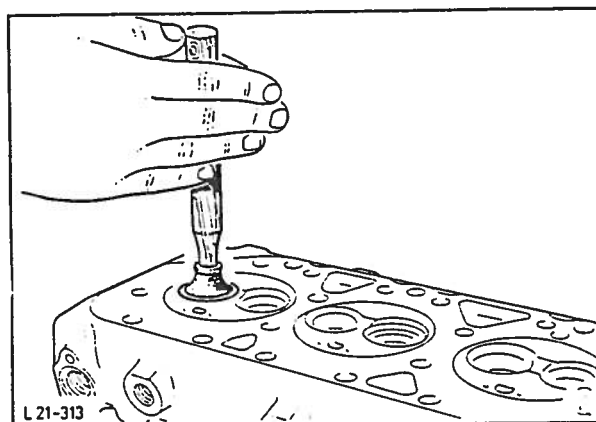

Fig. 122 Sliping av ventiler.
9. Slip ventilene, fig. 122. Fres ventilsetene hvis nødvendig. Fjern alle spor av slipe-pasta fra ventiler og topplokk.